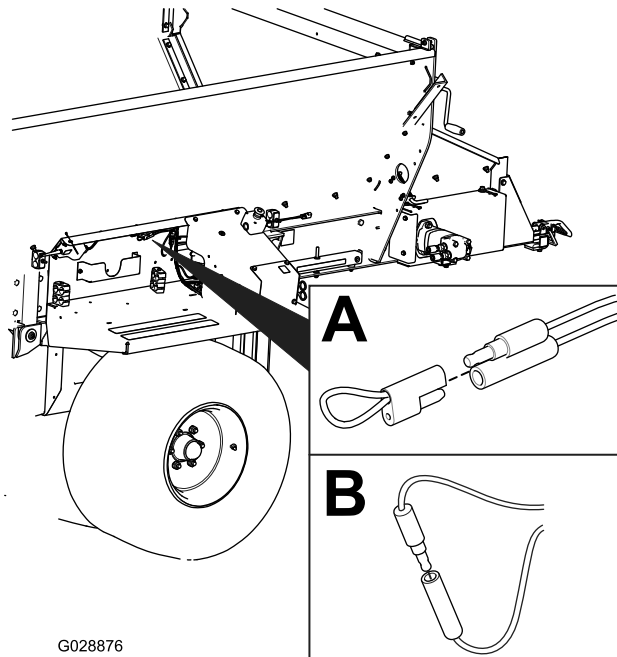

Bild 63
2. Ziehen Sie die unverlierbare Kappe von den zwei Diagnostik-Shuntsteckern ab (Bild 63 A).
3. Stecken Sie die Diagnostik-Shuntstecker zusammen (Bild 63 B).